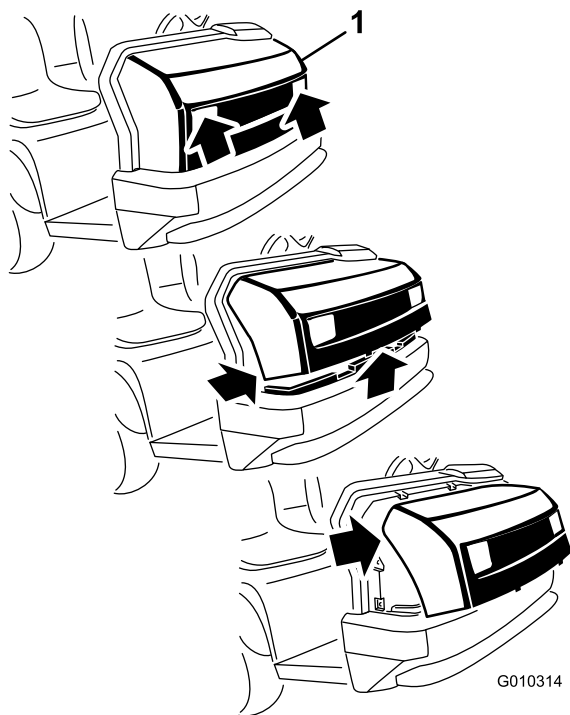

図 28
- ヘッドライトの開口部でフードをつかみ、フードを持ち上げて、下側の取り付けタブをフレームの穴から外す 図 28。
2. フードの下側を手前に持ち上げて、上部の取り付けタブをフレームのスロットから引き抜けるようにする 図 28。
3. フードの上側を前に倒し、ヘッドライトからワイヤコネクタを抜く 図 28。
2. 上側の取り付けタブをフレームの穴に差し込む 図 28。
3. 下側の取り付けタブをフレームの穴に差し込む 図 28。